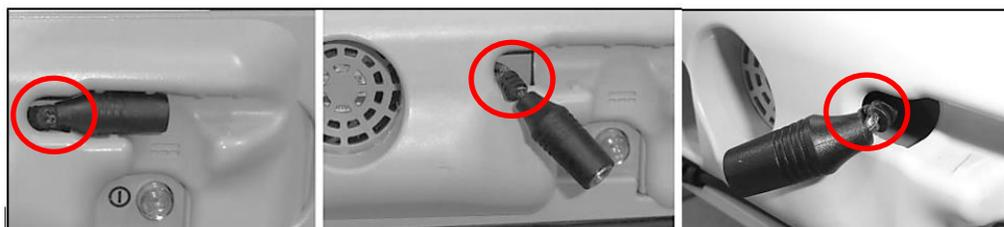

Figure 3 Exemples de dommages sur la fiche du connecteur
- a. Inspectez la fiche du connecteur d'alimentation à l'arrière du PES pour déceler tout dommage. Voir des exemples de câbles/cordons dénudés ou endommagés comme illustrés dans la figure 3.